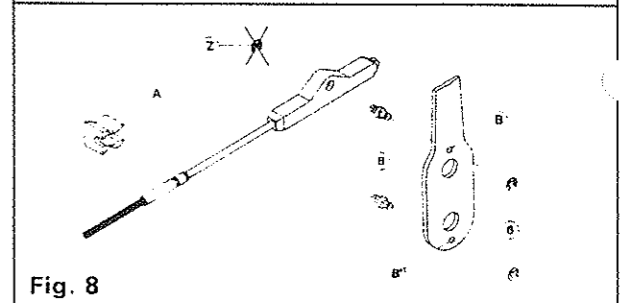

Fig. 8
**MONTAGE AVEC KIT DE CONNEXION K25 (Fig. 8)
Insérez le raccord A dans le logement prévu sur le semi-boîtier (Fig. 8).